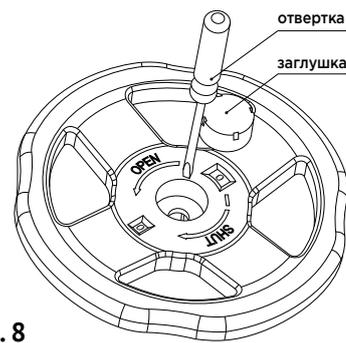

рис. 8
- Ограничьте установленное значение предварительной настройки, повернув внутренний регулировочный стержень по часовой стрелке до упора. Это можно сделать с помощью длинной шлицевой отвертки (см. рис. 8).